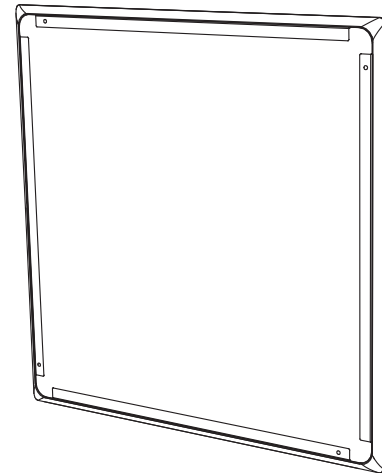

Fig. 19. Install the paint mask
2. Premere la maschera per pittura nella parte anteriore del barattolo posteriore, dove verrà tenuta in posizione dai magneti. Questa maschera viene lasciata in posizione mentre il soffitto e la cornice del telaio sono dipinti (Fig.19).